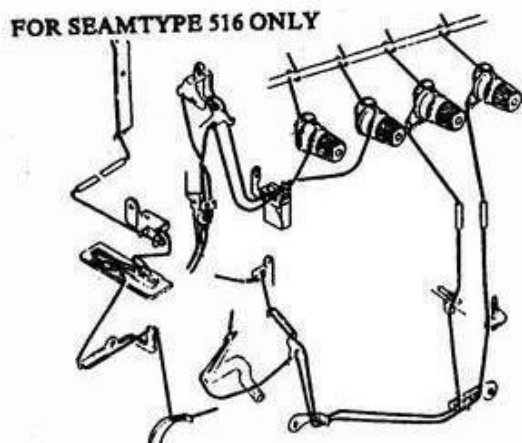

Рис.3
- (3) Смазка устройства для охлаждения иглы – силиконовым маслом.
5. ЗАПРАВКА НИТЕЙ В МАШИНУ, РИС. 3,4.